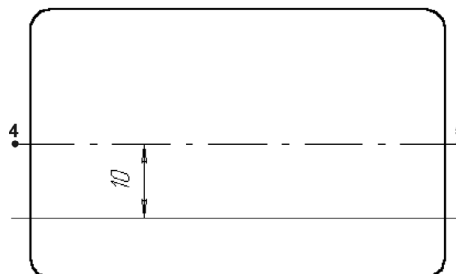

Рис. 26.12. Построение вспомогательной прямой
1. Используя команду **Параллельная прямая**, постройте вспомогательную прямую, параллельную горизонтальной оси симметрии детали на расстоянии 10 мм от нее (рис. 26.12).